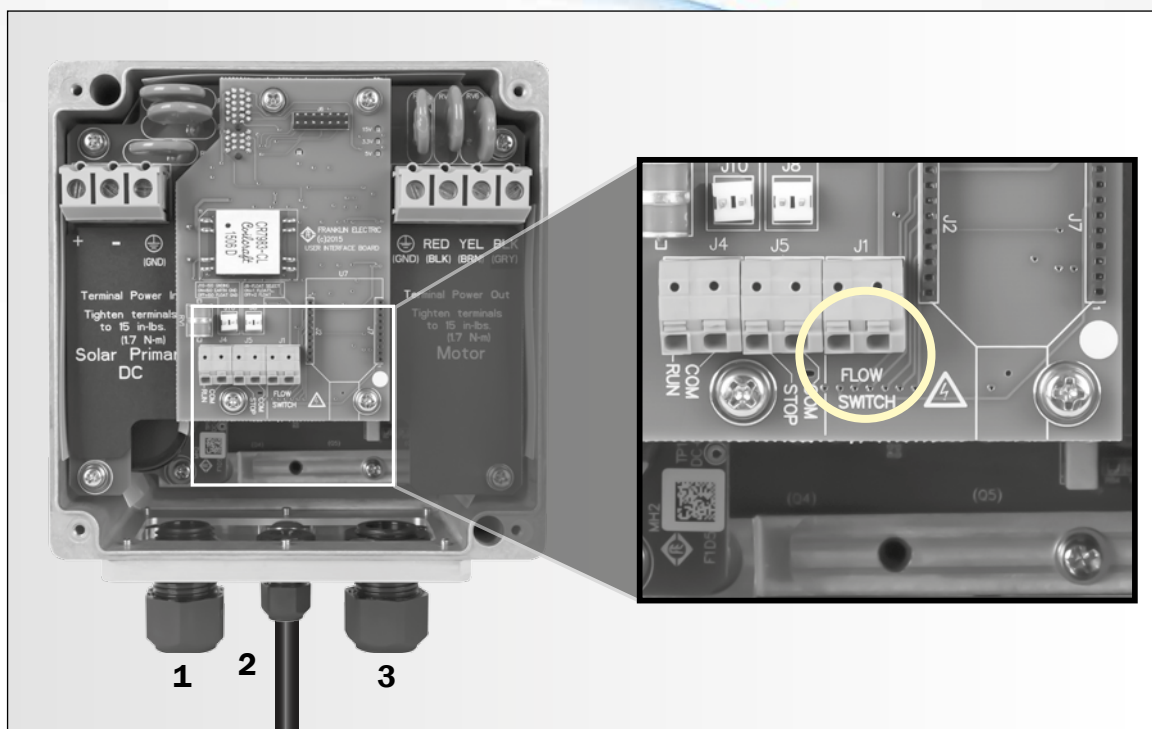

Figura 6: Conexão do cabo do sensor de fluxo
- Conecte os cabos CC aos terminais do Photon Drive, denominados “Solar Primary DC” nos terminais indicados + (L1) e - (L2), além da conexão do terra no terminal indicado GND (Figura 6).
- Passe o cabo do sensor de fluxo pelo prensa cabo nº 2 indicado na Figura 6, certificando-se de que a passagem ficou devidamente vedada.
- Conecte a outra extremidade do cabo nos terminais do Photon™ Drive, conforme Figura 6.
- Passe o cabo do automático de nível pelo prensa cabo nº 2 indicado na Figura 6, certificando-se de que a passagem ficou devidamente vedada.